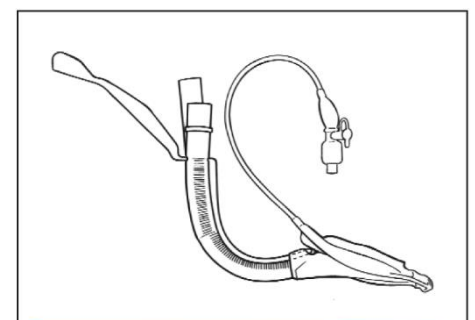

Figura 3: dispositivo LMA® ProSeal™ con el dispositivo introductor LMA® ProSeal™ Introducer instalado.
- Una cinta de localización para el dispositivo introductor LMA® ProSeal™ Introducer, que además se ajusta a los dedos índice y pulgar en caso de inserción manual (figura 3).